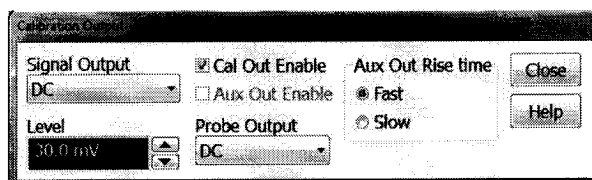

Рисунок 8
7.5.6 Установить на встроенном калибраторе осциллографа (CAL OUT) напряжение плюс 30 мВ, для чего (рисунок 8):